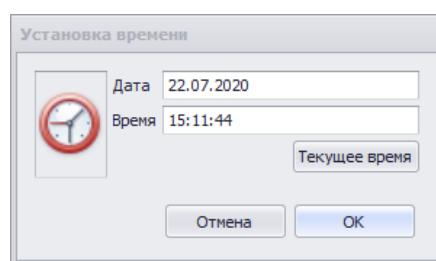

Рисунок 8. Настройка времени
- Установить время. С помощью команды «Прибор -> Настройка времени» вызвать диалоговое окно «Установка времени»(Рисунок 8), в котором установить текущее время и нажать кнопку «OK».